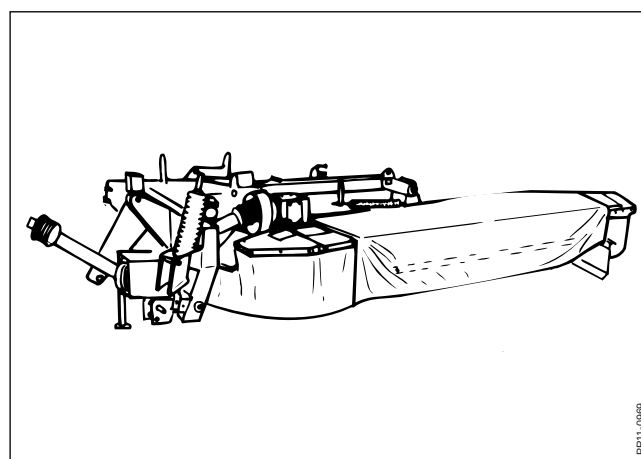

Fig. 3-15
- Fig. 3-15 5) Liften sænkes til maskinen står på jorden. Herefter tages liftarmene af og traktoren kan køres væk.